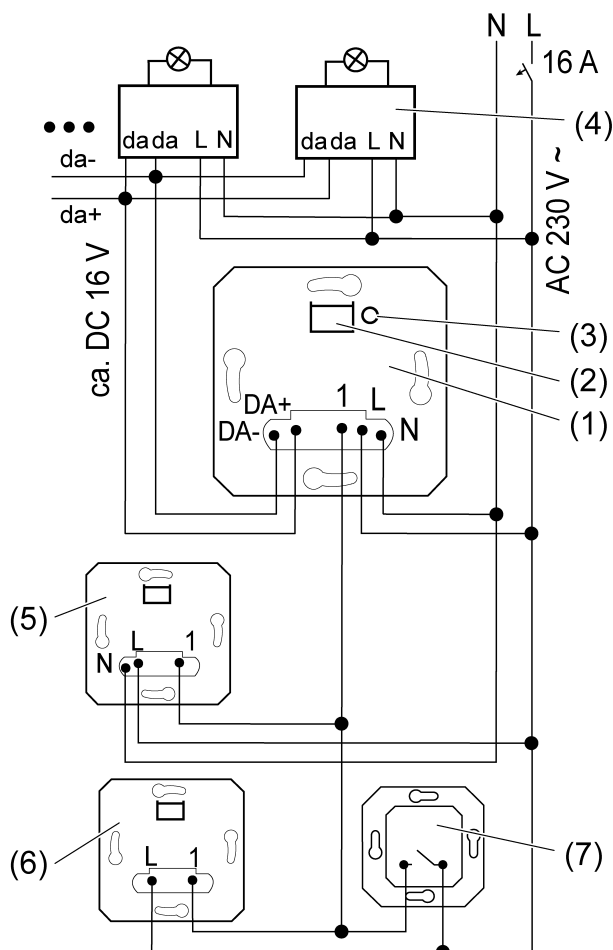

Imagen 1: Plan de conexión con mecanismos auxiliares opcionales
- Conectar el mecanismo de control DALI (1) y los dispositivos DALI (4) según el esquema de conexiones (Imagen 1). Tenga en cuenta las indicaciones del fabricante.